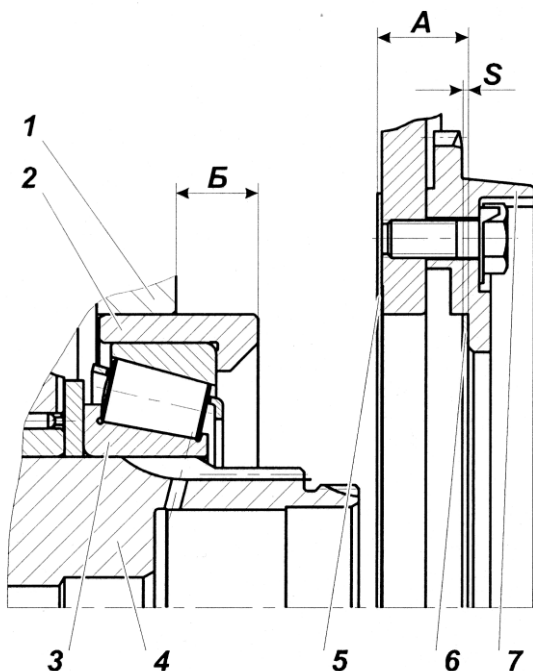

Рис. 114:
3.3. Замерить абсолютные величины размеров А (между торцами зубчатой муфты и уплотнительной прокладкой) и Б (между торцами картера и гнезда подшипника) рис. 114.